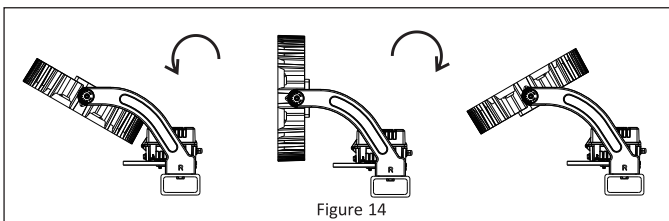

Figure 14
7. Le réseau de DEL peut maintenant être orienté pour obtenir la couverture lumineuse optimale. **Reportez-vous à la Figure 14.**